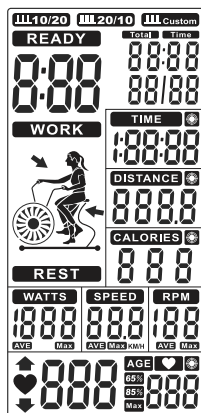
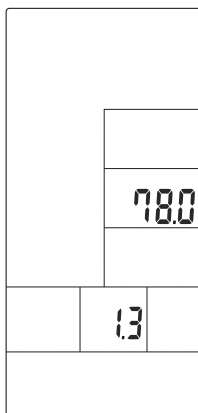
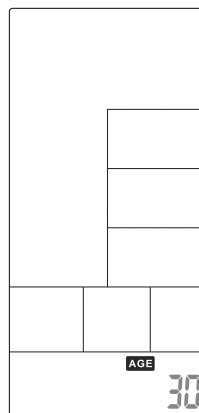

FIGURA 1
FIGURA 2
FIGURA 3
1. Cuando se enciende el monitor, la pantalla muestra durante 2 s (Figura 1) y un pitido largo, luego muestra el diámetro de la rueda en el área DIST durante 1 s (Figura 2). Luego ingrese al modo de configuración AGE, AGE parpadeará para establecerse (Figura 3). Presione UP o DPWN para configurar la edad y presione ENTER para confirmar, luego el monitor entra en modo de espera.